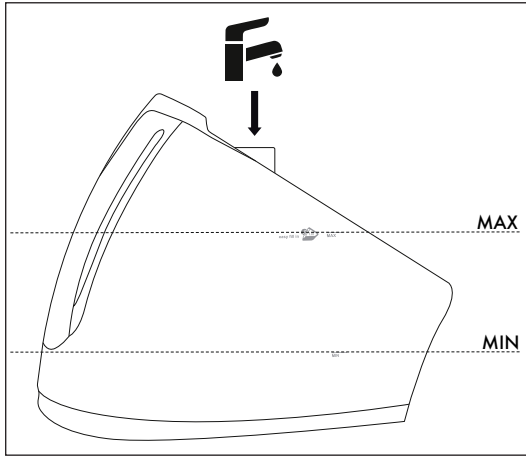

Abb. 4
- 3) Befüllen Sie den Wassertank 10 durch die Einfüllöffnung 9 mindestens bis zur Markierung MIN mit Wasser. Übersteigen Sie dabei jedoch nicht die Markierung MAX am Wassertank 10 (siehe Abb. 4).